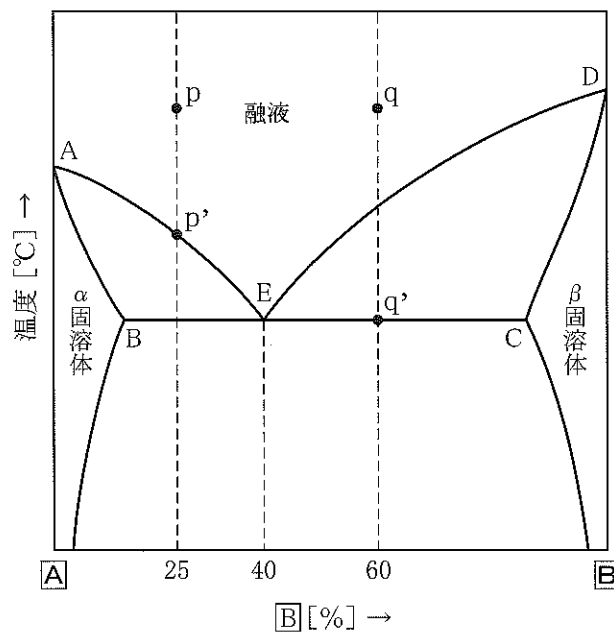

図1
1 図1はA金属とB金属の共晶形合金の平衡状態図である。(a)は解答群1から、(b)～(e)は解答群2から適したものを選びなさい。
(2) 図1の線AEDを(b)という。
(3) A金属の融点は(c)点で示される。
(4) 点pの融液を冷却すると、点p'で(d)を晶出しはじめる。
(5) 点qの融液を点q'まで冷却すると、全ての融液が凝固してα固溶体と(e)の混在する組織になる。